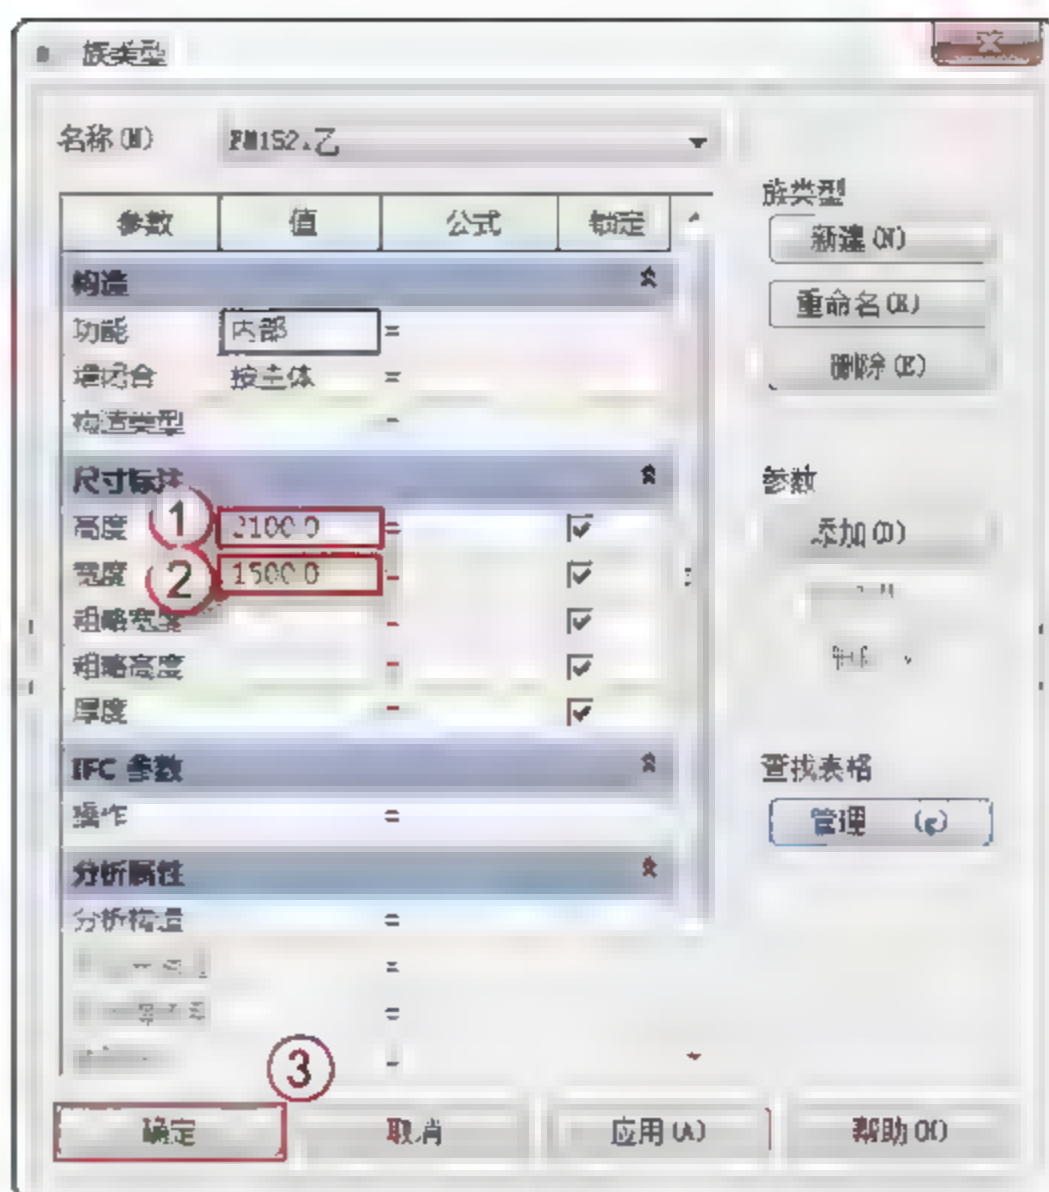

图 6.2.43 修改尺寸标注
(4) 修改门的尺寸标注。在不关闭已经打开的“FM1521 乙”族的族类型情况下, 选择屏幕操作区“尺寸标注”栏, 在“高度”中输入“2100”字样, 在“宽度”中输入“1500”字样, 单击“确定”按钮, 如图 6.2.43 所示。